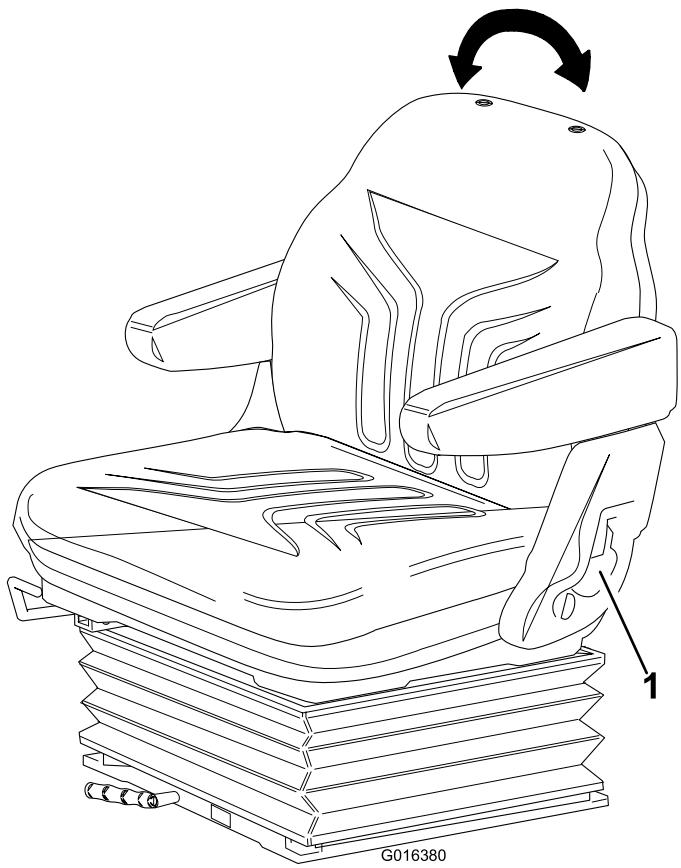

Bild 25
- Ziehen Sie den Griff nach außen, um den Winkel der Rückenlehne anzupassen (**Bild 25**).